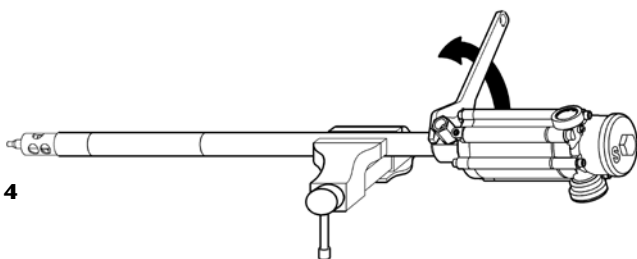

Fig. 4
3. Den Luftmotor vom Saugrohr abschrauben und herausziehen, bis der Stift sichtbar ist (Bild 4).